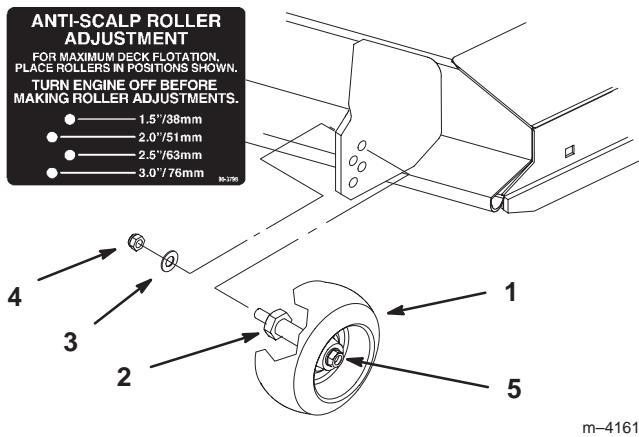

Figure 12
Remarque : Appuyez sur la pédale d'aide au relevage lorsque vous relevez le plateau de coupe. Cela facilitera le relevage du plateau (Fig. 12).
2. Lorsque la hauteur de coupe est réglée, enlevez l'écrou à collet et la rondelle élastique tout en maintenant le goujon avec une clé (Fig. 12).
Remarque : N'enlevez pas l'écrou et la rondelle de roue (Fig. 12).
3. Choisissez le trou pour que la roue de jauge se trouve le plus près possible de la hauteur de coupe correspondante voulue (Fig. 12).
4. Remettez l'écrou à collet et la rondelle élastique. Serrez-les à 54,2–61,0 Nm (Fig. 12).